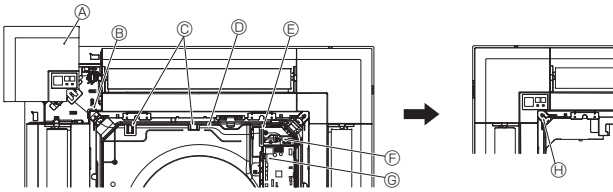

Fig. 7-9
7.4.5. Sinyal alıcısının takılması (Fig. 7-9)